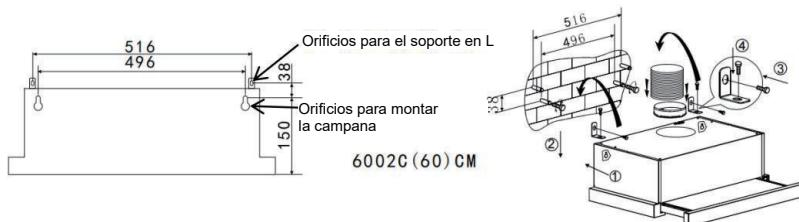

Imagen 3
- La campana extractora se monta en la pared con 4 tornillos (4 mm x 30 mm) y tacos. Monte la campana extractora en la pared, por su parte posterior, con 2 tornillos (4 mm x 30 mm) y tacos. A continuación, fije la campana extractora en la pared con 2 tornillos (4 mm x 30 mm) y tacos, a través del soporte pequeño en forma de L. Véase la imagen 3.